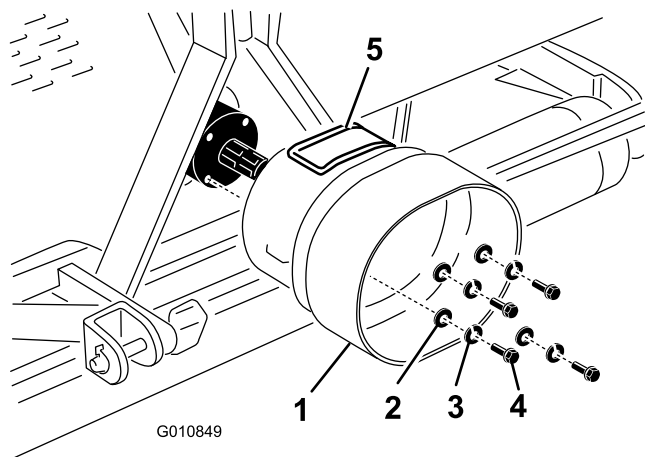

Рисунок 22
- Отверните 4 болта, снимите стопорные шайбы и плоские шайбы, которые крепят заднюю часть редуктора аэратора (Рисунок 22).
- Закрепите кожух ВОМ на редукторе аэратора снятыми ранее крепежными деталями (Рисунок 22).
Установите панель доступа (Рисунок 22) кожуха ВОМ так, чтобы она находилась сверху или сбоку в зависимости от конфигурации рамы аэратора.
Примечание: Панель доступа (Рисунок 22) можно открыть для облегчения снятия и установки деталей крепления вала отбора мощности.